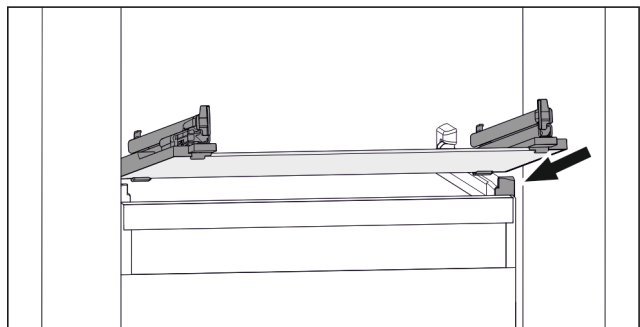

Fig. 119 Примерное отображение стеклянной пластины
- ▶ Наклоняя вниз, установите стеклянную пластину за стопоры. (см. Fig. 119)